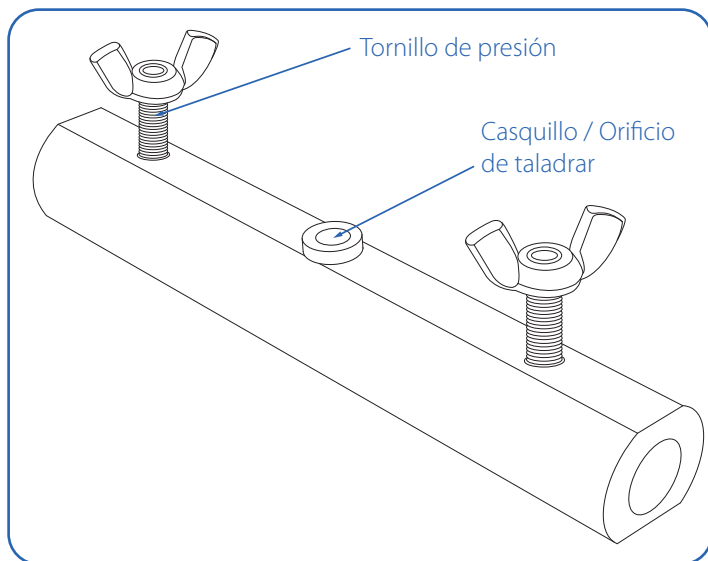

Fig. 01. Útil de taladrar.
- Una pieza larga o útil de taladrar, con un agujero en medio para meter la broca y dos tornillos de presión, uno a cada extremo. (Fig. 01)